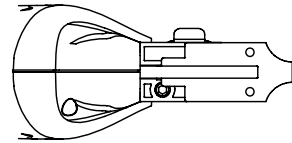

Fig. 8 – Desmontagem do cabeçote
2. Retire os parafusos de retenção do cabeçote, Fig. 8 – passo 1.
3. Retire a placa de retenção do mecanismo de segurança, Fig. 8 – passo 2.
4. Retire a placa de retenção do pino de disparo, Fig. 8 – passo 3.